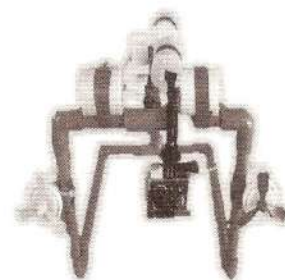

Fig.1 組立式 ROV
本研究で開発した ROV は、Fig.1 に示すように①塩ビパイプの本体、②お風呂ポンプを利用したスラスタ、③釣り用の市販水中カメラ、といった部品群で構成されている。はんだ付けが出来る中学生でも製造が可能な技術レベルとしている。